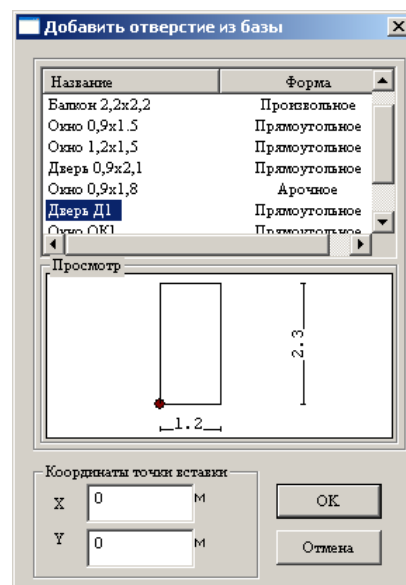

Рис.1.6.8. Окно диалога **Добавить отверстие из базы**
- в окне диалога **Добавить отверстие из базы** (рис. 1.6.8) выполните следующие действия: